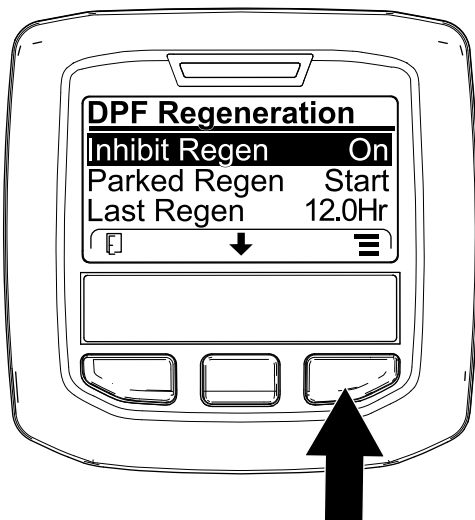
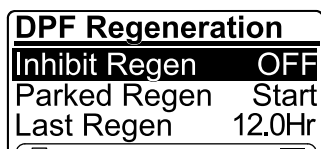

Figura 35
Figura 36
1. Accedete al menu DPF Regeneration, premete il pulsante centrale per scorrere il menu verso il basso fino all'opzione INHIBIT REGEN, quindi premete il pulsante destro per selezionare la voce Inhibit Regen (Figura 35).
2. Premete il pulsante destro per modificare l'impostazione dell'inibizione della rigenerazione da accensione a spegnimento (Figura 35) o da spegnimento ad accensione (Figura 36).